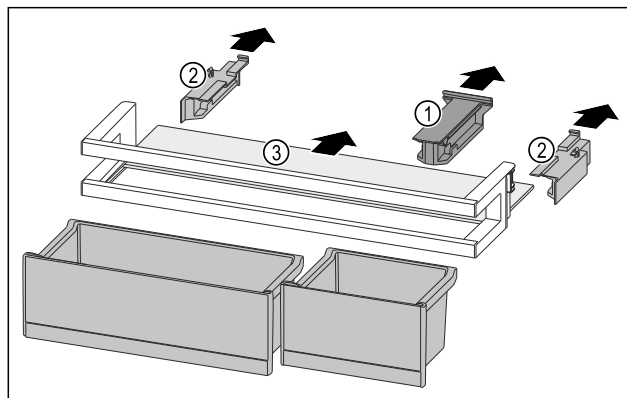

Fig. 91
- Držák Fig. 91 (1) stáhněte.
- Boční díly Fig. 91 (2) stáhněte.
- Odkládací plochu Fig. 91 (3) odeberte.